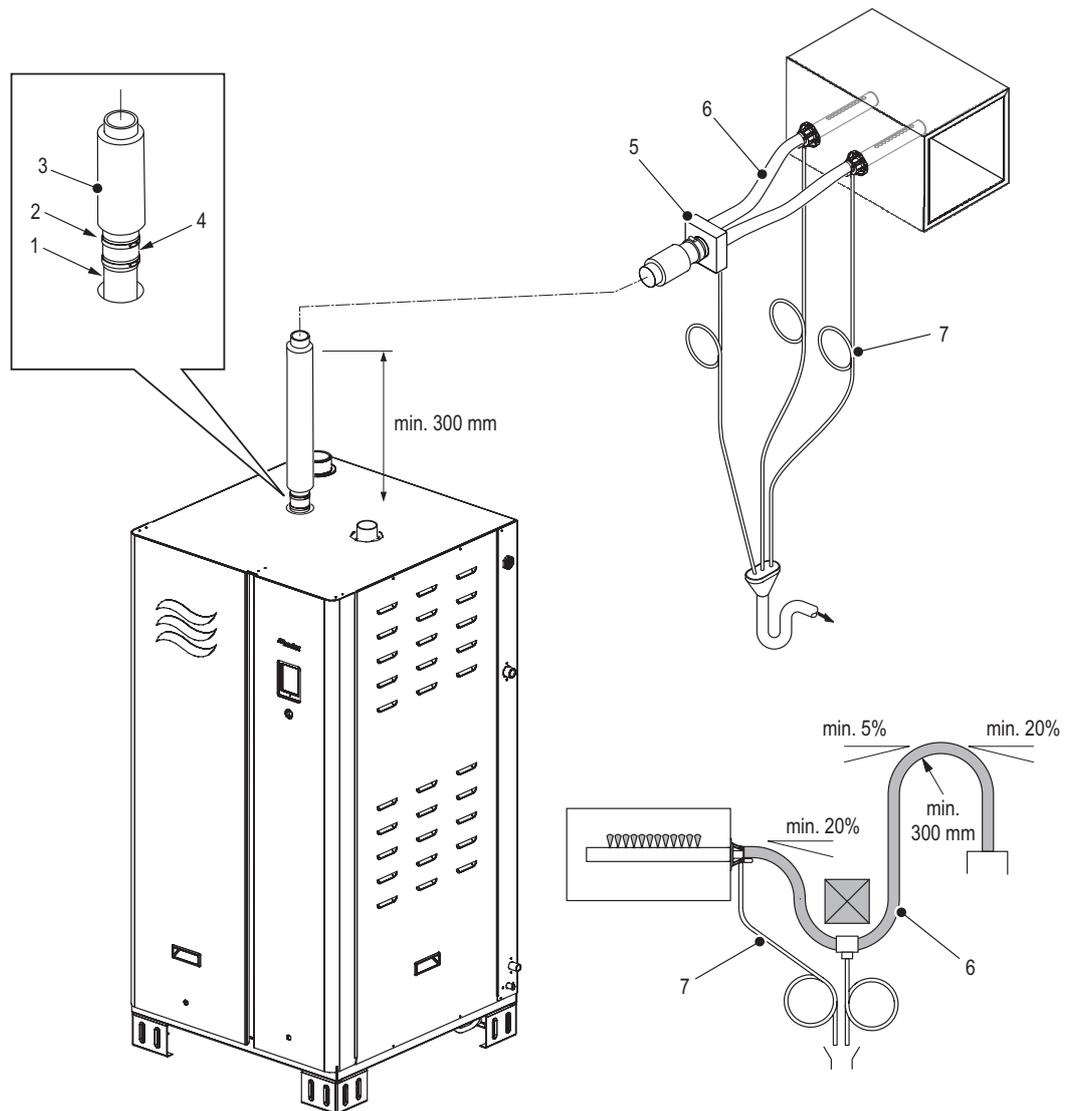
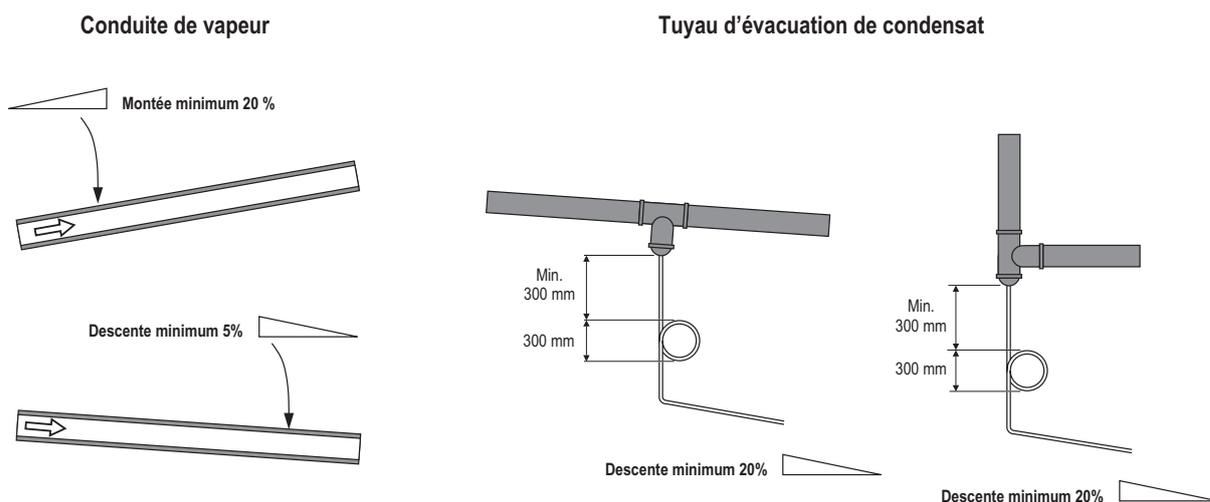

Figure 11: Installation de la conduite principale de vapeur
Figure 12: Pentes des conduites de vapeur et de condensat
Veuillez vous référer à la Figure 11 à la page 27.
- La conduite de vapeur de l'humidificateur doit mener vers le haut à un minimum de 300 mètres avant de continuer vers le distributeur de vapeur - veuillez vous reporter à la Figure 11 à la page 27. La conduite de vapeur doit avoir une montée de 20 % minimum ou une descente de minimum 5 % vers le distributeur de vapeur - veuillez vous reporter à la Figure 12 à la page 30.
- Les siphons de condensat doivent être installés à des points inférieurs et sur des transitions horizontales/verticales dans le tuyau de vapeur. Les tuyaux d'écoulement de condensat doivent toujours être connectés aux connecteurs en T dans le tuyau de vapeur. Veuillez vous référer à la Figure 12 à la page 30